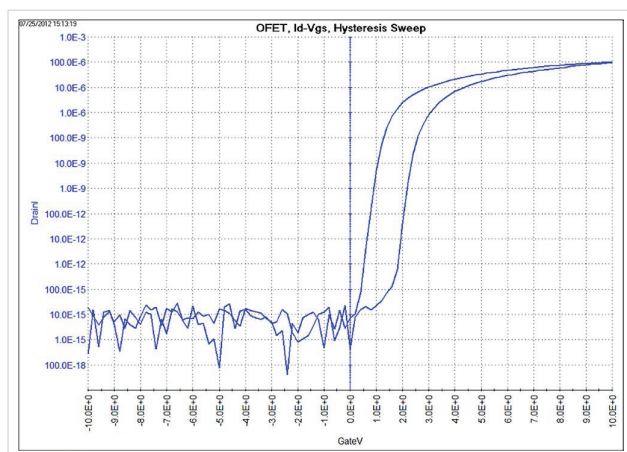

图 4. OFET 的 ID-VGS 曲线。
一旦 SMU 连接到 OFET 上，我们可以使用 Test Library 测试库中的 Organic FET Drain Current vs. Gate Voltage (ofet-id-vgs) 测试生成转移特性。在这项测试中，SMU2 应用恒定的漏极电压 (VD)，测量漏极电流 (ID)；SMU1 扫描栅极电压 (VG)。**图 4** 显示了漏极电流测量结果，它与 OFET 的栅极电压相关。我们使用软件中的 Dual Sweep 双扫描功能执行滞后扫描。注意，配有前置放大器的 SMU 可以执行从飞安 fA 到毫安的几十种电流测量。